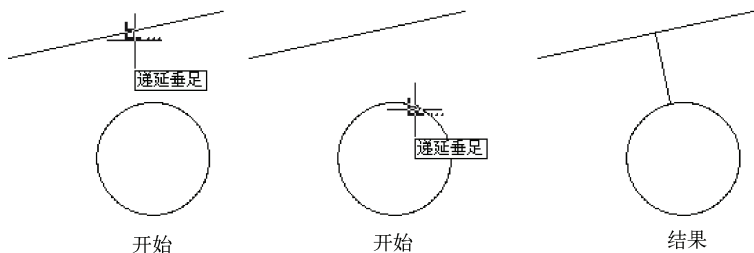

图 1-58 捕捉垂足
⑨ 垂足 (PERpendicular): “垂足”可以捕捉到与圆弧、圆、参照、椭圆、椭圆弧、直线、多线、多段线、射线、实体或样条曲线正交的点, 也可以捕捉到对象的外观延伸垂足, 所以最后结果是垂足未必在所选对象上。当用“垂足”指定第一点时, AutoCAD 将提示指定对象上的一点。当用“垂足”指定第二点时, AutoCAD 将捕捉刚刚指定的点以创建对象或对象外观延伸的一条垂线。对于样条曲线, “垂足”将捕捉指定点的法线矢量所通过的点。法向矢量将捕捉样条曲线上的切点。如果指定点在样条曲线上, 则“垂足”将捕捉该点。在某些情况下, 垂足对象捕捉点不太明显, 甚至可能会没有垂足对象捕捉点存在。如果“垂足”需要多个点以创建垂直关系, AutoCAD 显示一个递延的垂足自动捕捉标记和工具栏提示, 并且提示输入第二点。如图 1-58 所示, 绘制一直线同时垂直于直线和圆, 在输入点的提示下, 采用“垂足”响应。